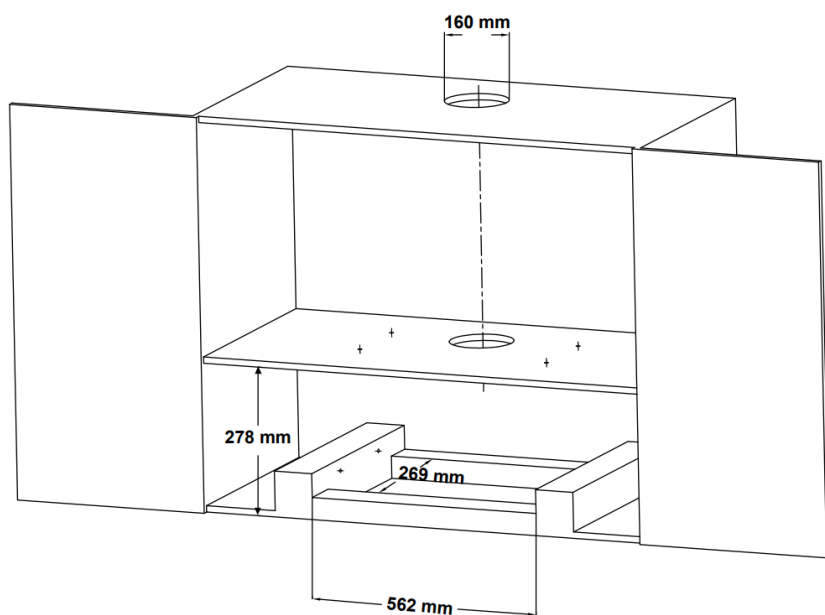

Рис. 2 Схема сборки для шкафа более 60 см
2. Измерьте и вырежьте отверстие в нижней части шкафа, чтобы оно соответствовало корпусу вытяжки (См. Рисунок 2.)